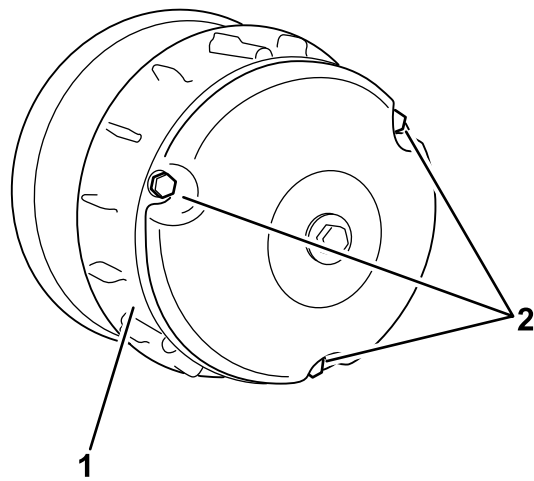

Figura 60
- Togliete i 3 bulloni che fissano il carter della frizione e togliete il carter (Figura 60).
- Montate il carter della frizione e fissatelo con i 3 bulloni (Figura 60) tolti in precedenza 2.